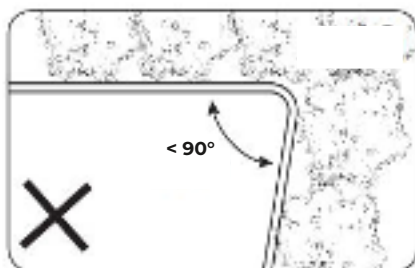

Рис. 11
5.2.4 Убедитесь, что ограничительный провод прямой в угловых местах идеально прямая в каждом углу, а все углы, составляют 90° или более (рис. 11 и 12).